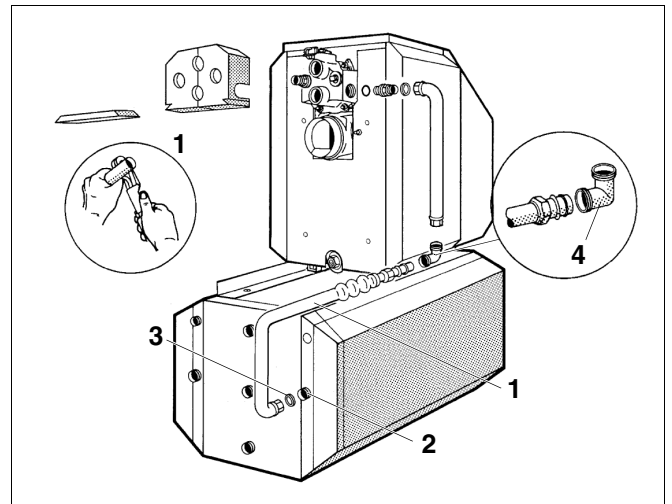

Abb. 9 Montage von Rücklauf-Rohrbogen an Rohrstützen
- Waagrechtes Rohr (Abb. 9, Pos. 1) des Rücklauf-Rohrbogens nach Tab. 4 ablängen (Abb. 9. Lupe 1).
- Rücklauf-Rohrbogen (Abb. 9, Pos. 1) mit eingelegter Dichtung (Abb. 9, Pos. 3) lose auf den Rohrstützen des Speicherrücklaufs (Abb. 9, Pos. 2) schrauben.
- Rücklauf-Rohrbogen (Abb. 9, Pos. 1) in die Winkelklemmringverschraubung schieben und die Überwurfmutter an der Winkelklemmringverschraubung und dem Rohrstützen der Speicherrücklaufs (Abb. 9, Pos. 2) festschrauben.